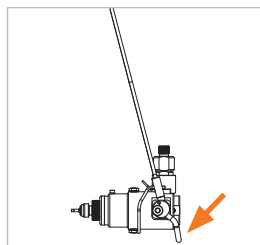

Figure 8
- ▶ Abaisser l'arceau de commande (pos. 6). Le câble d'acier se replie vers le haut et les mâchoires de serrage coïncident (Figure 8).